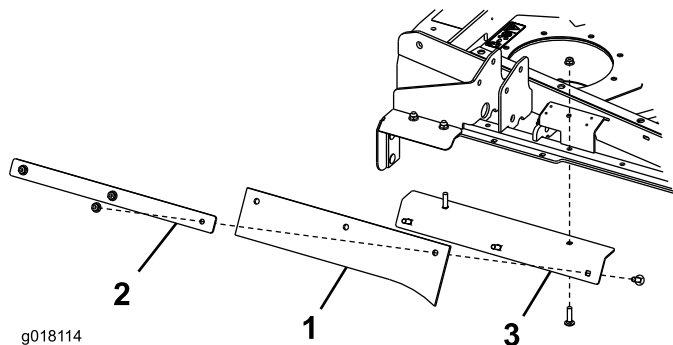

Figura 4
7. La falda esterna lunga 426 mm, il nastro e l'angolo esterni sono premontati in stabilimento (Figura 4).
8. Montate il gruppo sull'angolo posteriore sinistro dell'apparato di taglio con (2) bulloni a testa tonda da 5/16 x 1-1/4 pollici e dadi flangiati (Figura 4).